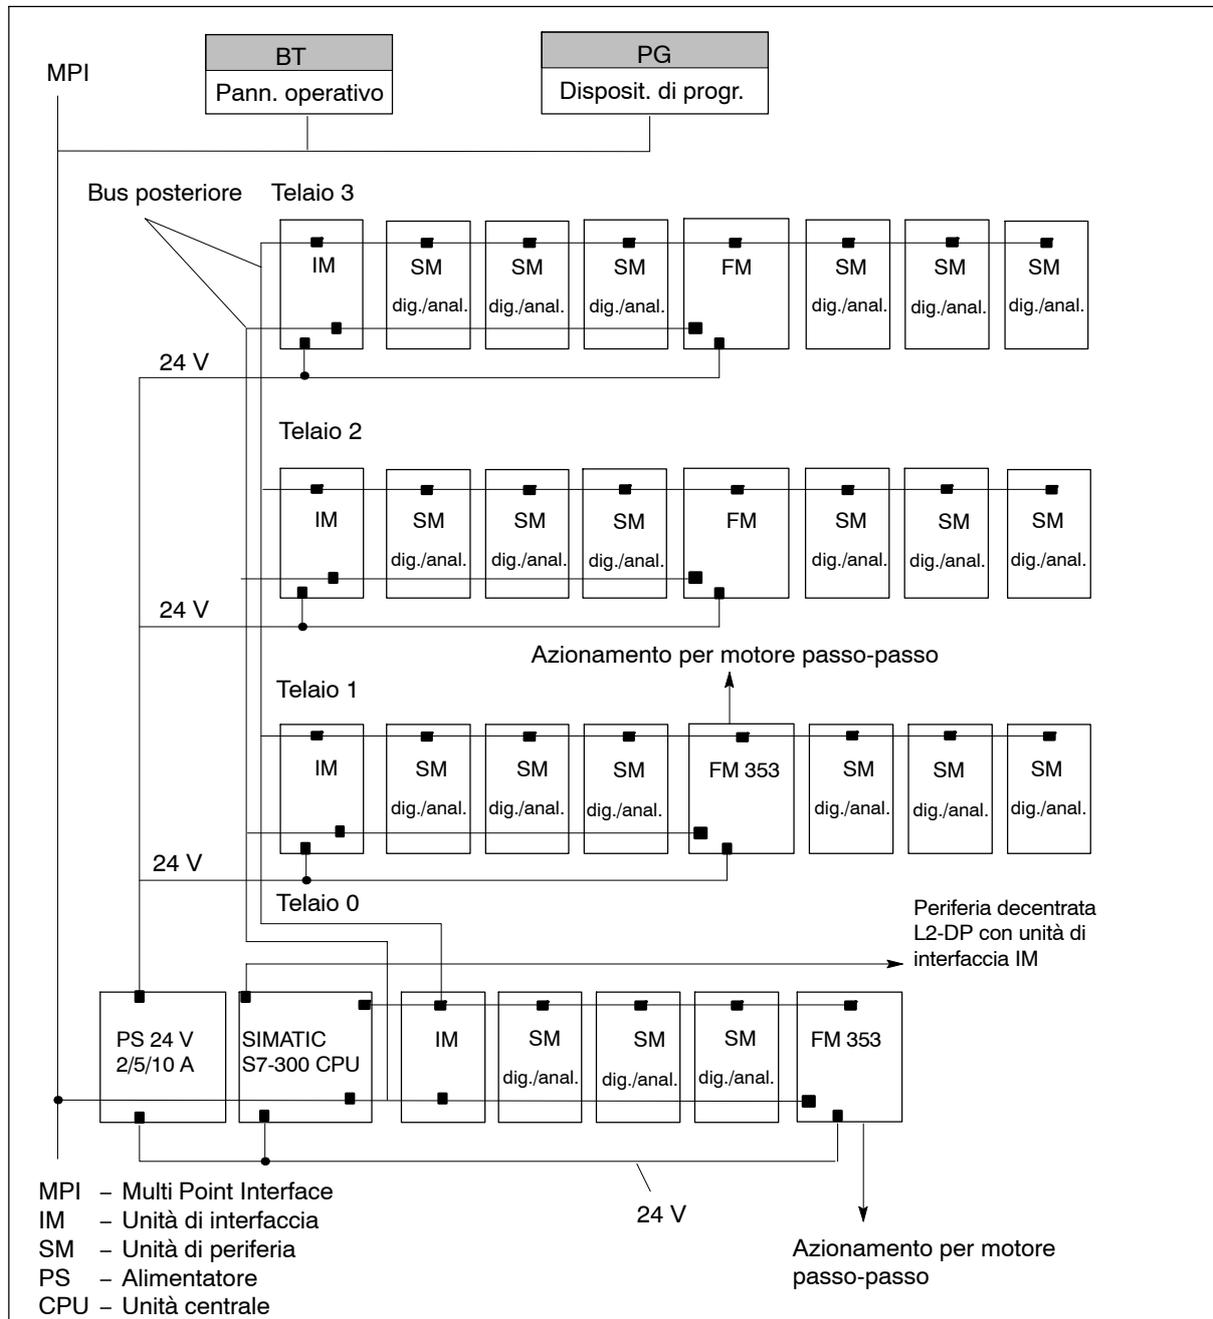

Figura 1-1 Configurazione con più telai di un SIMATIC S7-300 con FM 353 (esempio)
Una CPU SIMATIC S7-300 può gestire fino a quattro file (telai) con un massimo di otto unità ciascuna, innestate sul bus (vedere figura 1-1).
Unità di interfaccia (IM)	... collegano tra di loro i singoli telai dell'S7-300 (in configurazioni a più telai, vedere figura 1-1).